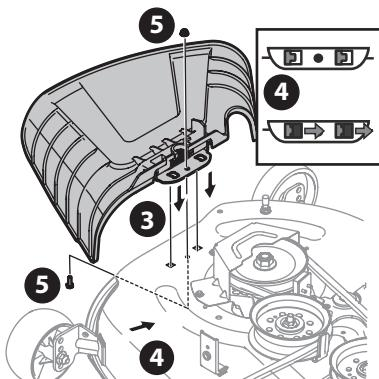

Figure 10
- Placez le déflecteur de la goulotte d'éjection sur le plateau, veillez à insérer les languettes du déflecteur de la goulotte d'éjection dans les orifices du plateau (Figure 10).
- Faites glisser le déflecteur de la goulotte d'éjection vers l'arrière du tracteur jusqu'à ce que le trou de boulon du déflecteur de la goulotte d'éjection soit dans l'alignement du trou du plateau (Figure 10).